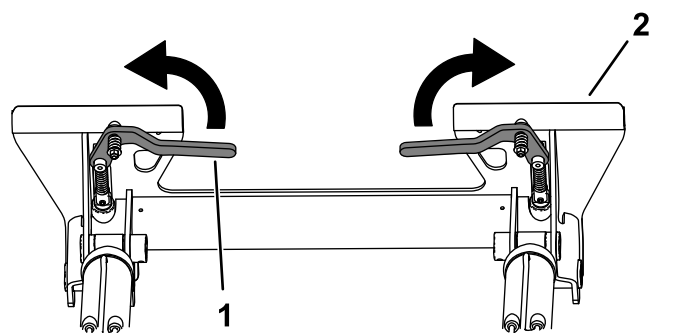

Рисунок 30
2. Поверните рычаги быстросъемного соединения наружу, чтобы поднять штифты быстросъемного соединения (Рисунок 30).